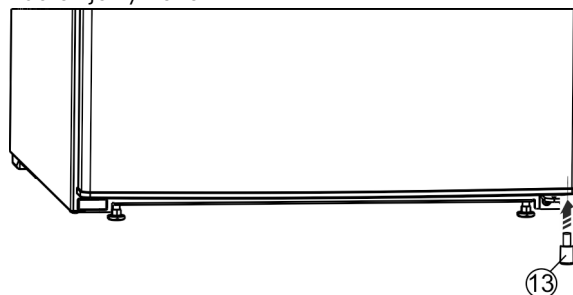

Fig. 25 *
- Distanční vložku Fig. 25 (13) opět vsadte vpravo dole do dveří; je důležitá pro stabilitu přístroje.*